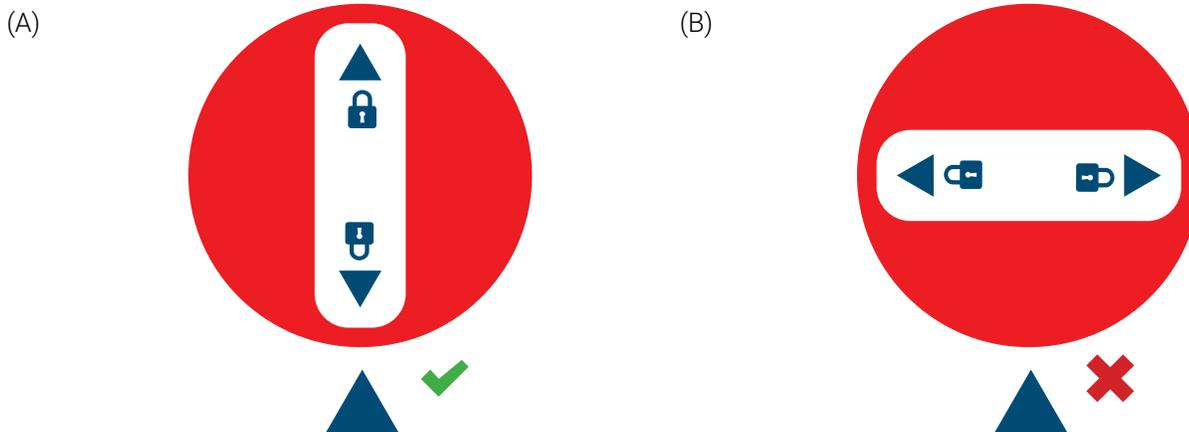

Figure 9: Positions verrouillée et déverrouillée - Verrous rotatifs
- S'assurer que les quatre (4) goujons sont insérés dans les fentes sur les rails verticaux.
- S'assurer que les deux (2X) verrous rotatifs soient alignés avec les indicateurs ▲ en position verrouillée 🔒 (Figure 9 A). Si l'indicateur n'est pas aligné en position verrouillée (Figure 9 B), tourner le(s) verrou(s) rotatif(s) dans le sens horaire ou antihoraire, jusqu'à atteindre la position de verrouillage.